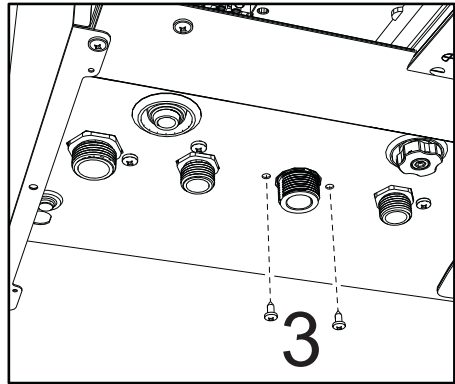

fig. 44
- Svitare le viti "3" (fig. 44)